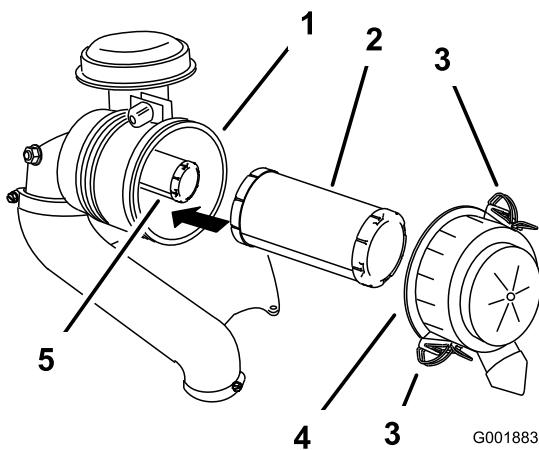

Figura 32
3. Abra los cierres del limpiador de aire y tire de la tapa de la entrada de aire para separarla del cuerpo del limpiador de aire (Figura 32).
5. Extraiga con cuidado el filtro primario del cuerpo del limpiador de aire (Figura 32).
2. Si va a cambiar el filtro de seguridad, deslícelo cuidadosamente en el cuerpo del filtro (Figura 32).
3. Deslice cuidadosamente el filtro primario por encima del filtro de seguridad (Figura 32).
4. Instale la tapa del limpiador de aire con el lado marcado **up** hacia arriba y fije los cierres (Figura 32).